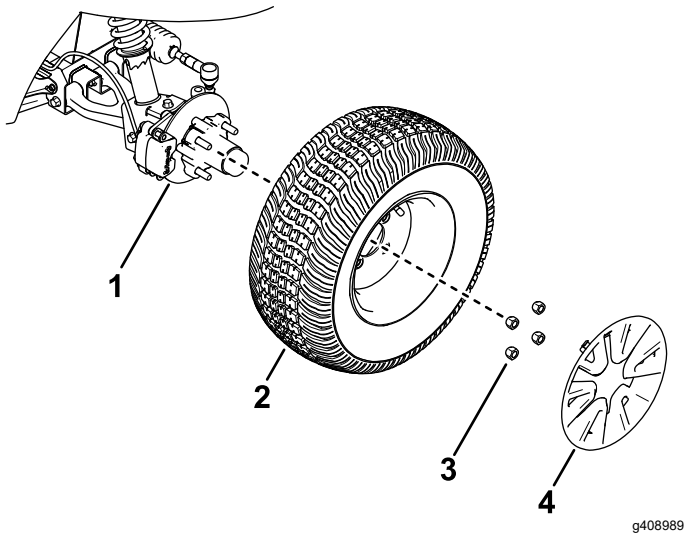

Bild 27
2. Nehmen Sie die Radkappe und die vier Radmuttern ab, mit denen das Rad an der Radnabe befestigt ist (Bild 27).
- Fluchten Sie die Löcher im Rad mit den Bolzen der Nabe aus und montieren das Rad so an der Nabe, dass das Reifenventil außen ist (Bild 27).
- Befestigen Sie das Rad mit den Radmuttern an der Nabe (Bild 27).